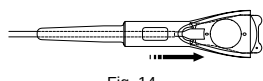

Fig. 14
8. Abra as mandíbulas da pinça e segure a placa basal da ICL ou da TICL, de forma que a marca de posicionamento da ICL ou da TICL esteja alinhada com as mandíbulas. (Fig. 14)